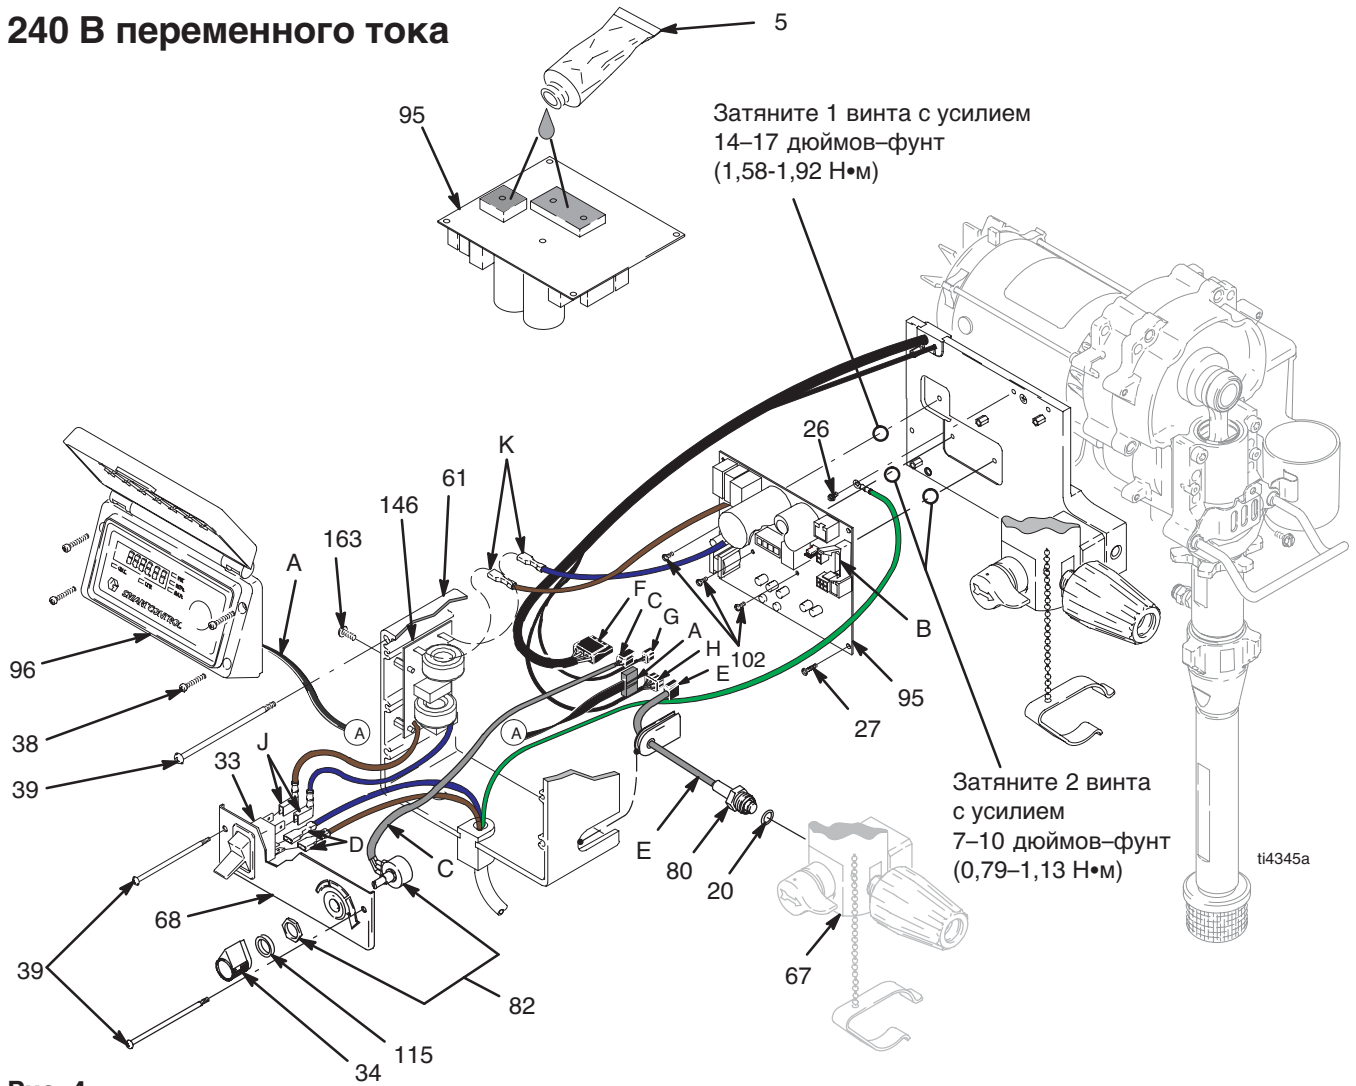

Рис. 4
1. Рис. 4. Отверните четыре винта (38) и снимите крышку (96).
2. Отсоедините разъем дисплея (А) от платы управления мотора (95).
3. Отверните два нижних винта (39). Отсоедините разъем потенциометра (С) от платы управления мотора (95). Отсоедините разъемы шнура питания (D) и разъемы платы фильтра (J) от выключателя (33) и снимите панель управления (68).
4. Отсоедините разъемы питания платы управления мотора (K) от платы фильтра (146).
5. Отверните два винта (39) и снимите блок управления (61).
6. Отсоедините разъем датчика (E) от платы управления мотора.
8. Отверните пять винтов (27), три винта (102) и снимите плату управления мотора.
1. Рис. 4. Нанесите небольшое количество термостойкого состава 110009 (5) на темные области, отмеченные на рисунке задней части платы управления мотора (95).
5. Отверните четыре винта (163) на плате фильтра (146).
1. Рис. 4. Установите плату фильтра (146) и закрепите ее четырьмя винтами (163).
2. Подсоедините разъемы питания платы управления мотора (K) к плате фильтра (146).
3. Подсоедините разъемы питания платы фильтра (J) к двум верхним клеммам выключателя (33) и разъемы шнура питания (D) к двум нижним клеммам выключателя.
4. Подсоедините разъем потенциометра (C) к плате управления мотора (95).
5. Установите панель управления (68) и закрепите его двумя винтами (39).
6. Подключите разъем дисплея (А) к плате управления мотора (95).
7. Установите крышку (96) и закрепите ее четырьмя винтами (38).